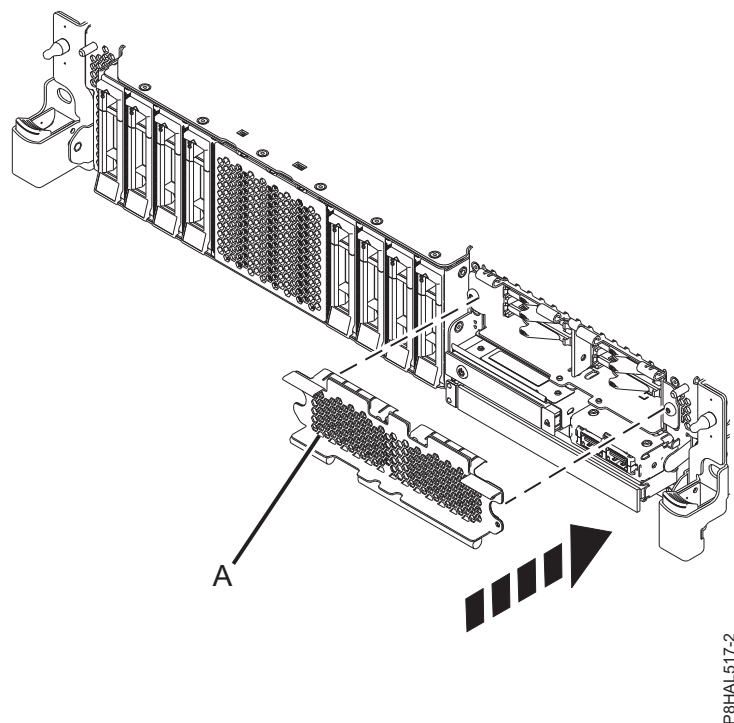

Figura 57. Com tapar el receptacle de l'SSD en un sistema de funció expandida
3. Si cal, tapeu el receptacle de l'SSD amb la placa perforada (**A**) tal com es mostra a la Figura 57 a la pàgina 59.